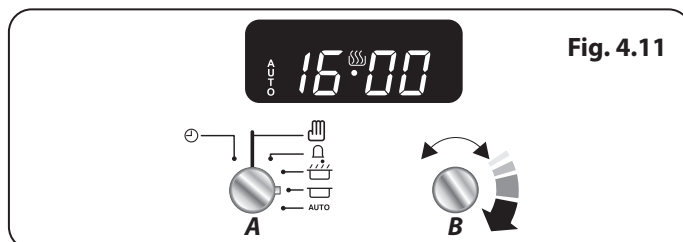

Fig. 4.11
3. Vrid **inställningsvredet (B)** för att ställa in det klockslag då du vill att ugnen ska stoppa tillagningen (**Fig. 4.11**).